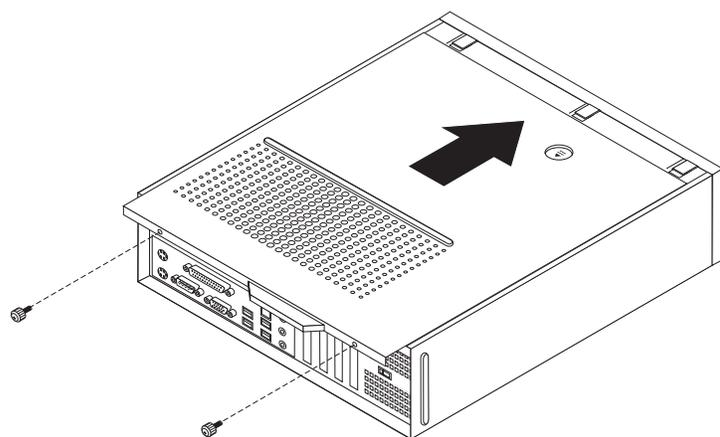

Рисунок 43. Установка кожуха компьютера
5. Установите на место кожух компьютера и присоедините шнур питания. Смотрите раздел рис. 43 на стр. 39.